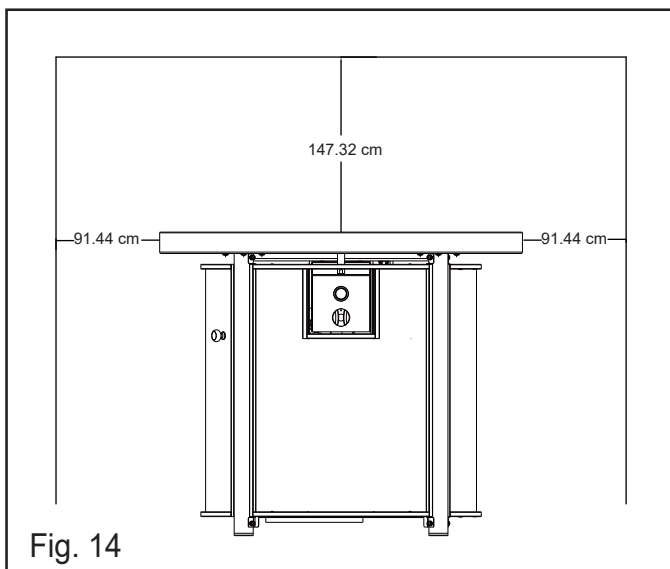

Fig. 14
- Asegúrese siempre de que haya una ventilación de aire fresco suficiente. Siempre siga las tolerancias de separación que se muestran en la Fig. 14.